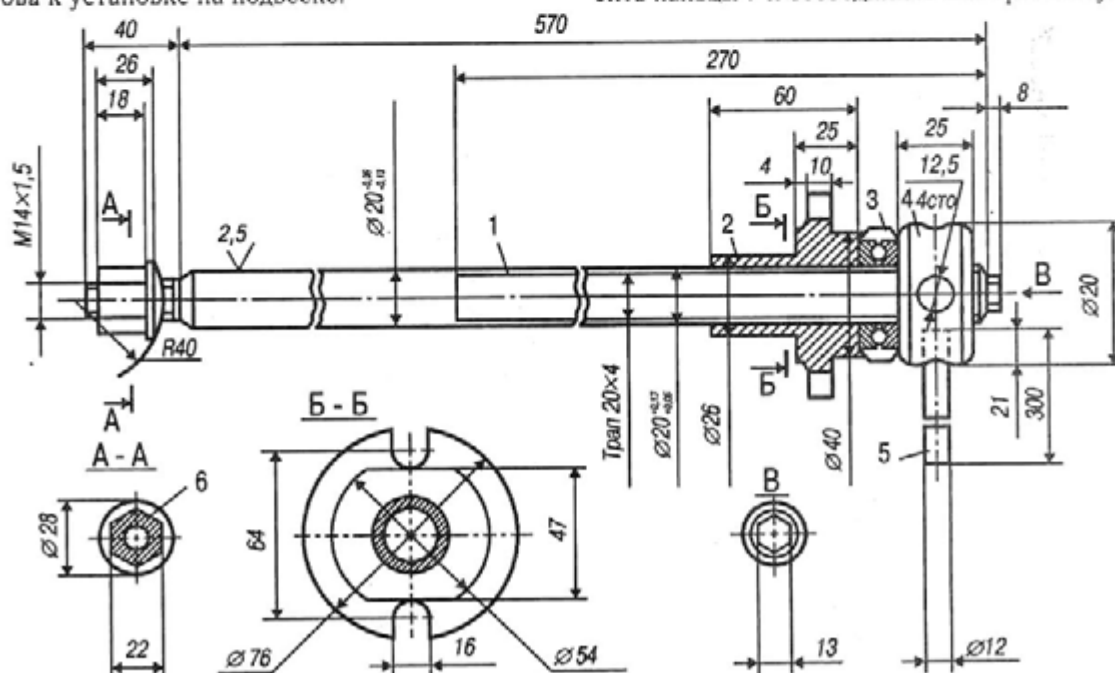

Рис. 259. Приспособление для сжатия пружины передней подвески (7823-6703):
Для снятия шкворневого узла и пружины передней подвески рекомендуется пользоваться приспособлением 7823-6703, показаном на рис. 259:
- установить приспособление, 7823-6708 (см. рис. 259) в гнездо для крепления штока амортизатора верхнего кронштейна поперечины, завернуть гайку 6 на полную длину резьбы и с помощью рукоятки 5 через фланец 2 и опорный подшипник 3 сжать пружину до момента, когда нижние рычаги подвески встанут примерно параллельно балке поперечины подвески. При сжатии пружины следить за тем, чтобы болты чашки пружины вошли бы в прорези фланца 2, а винт 1 не проворачивался относительно своей оси, удерживая винт ключом за шестигранник нижнего конца винта;